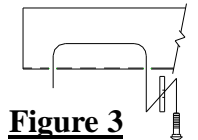

Figure 3
6. À l'aide d'un fil de tirage, acheminer un espaceur et un boulon de carrosserie 7/16 po dans le trou modifié à l'étape 4, puis vers le bas à travers le trou central de chaque longeron (voir la figure 3). Insérer les blocs et les boulons de carrosserie 1/2 po restants dans les orifices d'accès puis vers le bas dans les trous, en s'assurant que les blocs recouvrent les deux côtés du trou (voir la figure 4).